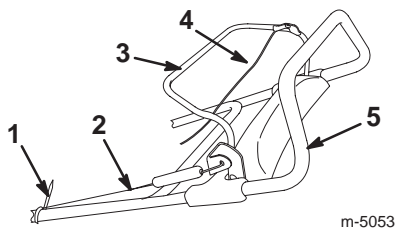

Figure 2
1. Coupez l'attache en plastique qui lie le câble de commande de la turbine au mancheron (Fig. 2).
Important Vérifiez que le câble de commande de la turbine et le câble d'entraînement de traction sont correctement réglés (Fig. 2). Reportez-vous à la rubrique Réglage du câble de commande de la turbine, page 12, et à la rubrique Réglage du câble d'entraînement de traction, page 13.